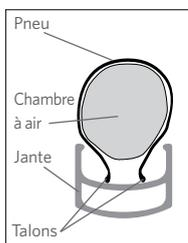

FIGURE 50:
2. Serrez les talons du pneu dans le fond de la jante (Figure 50). Réalisez cette opération tout autour de la roue.